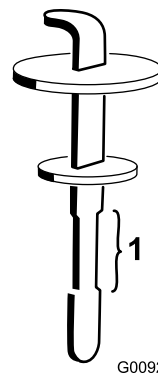

Figure 134
5. Dévissez la jauge du goulot de remplissage et essuyez-la sur un chiffon propre. Remettez la jauge dans le goulot de remplissage, ressortez-la et contrôlez le niveau de liquide (Figure 134).